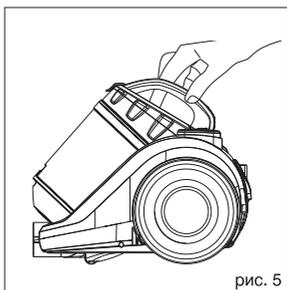

рис. 5
- Для включения пылесоса нажмите кнопку (5).
- Во время работы вы можете регулировать мощность всасывания с помощью ручного регулятора (13) на рукоятке гибкого шланга (12).
- По окончании работы отключите пылесос, нажав кнопку (5), и извлеките вилку сетевого шнура из электрической розетки.
- Для сматывания сетевого шнура нажмите и удерживайте кнопку (1), придерживайте рукой сматывающийся шнур во избежание его захлёстывания и повреждения.
- В перерывах во время работы используйте место для «парковки» щётки (2).
- Для переноски пылесоса или контейнера-пылесборника (8) используйте ручку (7) (рис. 5).